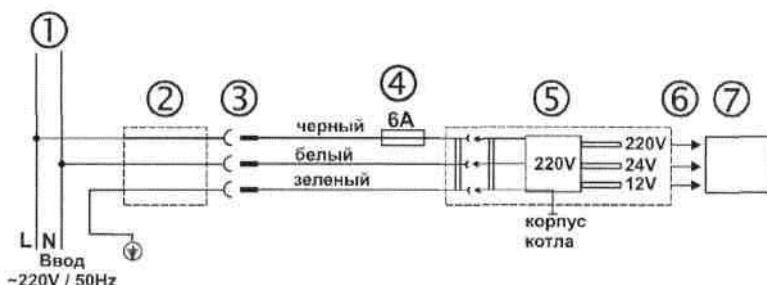
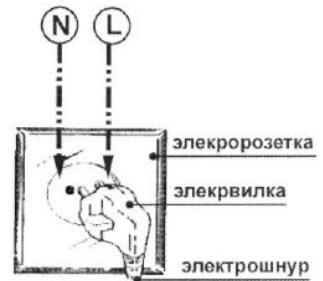

Рис. 28.1.
Рис. 29.2.
### **2. Подключение котла к электрической сети. (Рис. 28.1.)**
2.1. Подключение котла к электрической сети отапливаемого объекта выполняется, как показано на схеме подключения котла к электросети (см. рис. 28.1. и рис. 29.2.).
2.2. Электрическое оборудование котла должно питаться от одного источника электроэнергии и выключаться при помощи одного выключателя. Для этого, на обогреваемом объекте, электропитание котла (см. рис. 28.1.) выполняется от распределительного шкафа, и отдельного автоматического выключателя.
#### 6. Порядок включения котла в электророзетку. (Рис. 29.2.)
6.1. Коммутация проводов на электророзетке выполняется, как показано на рис. 29.2. Коммутация проводов от котла до электророзетки проверяется по схеме показанной на рис. 28.1.